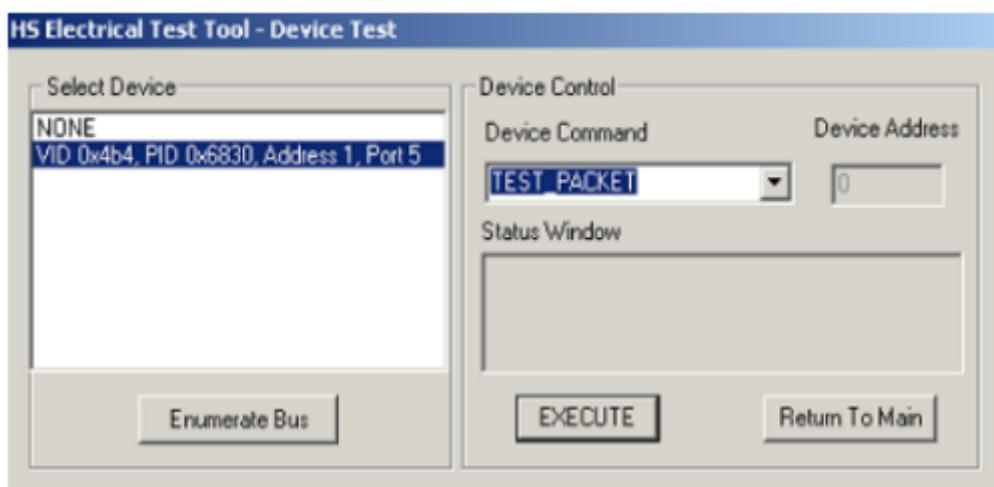
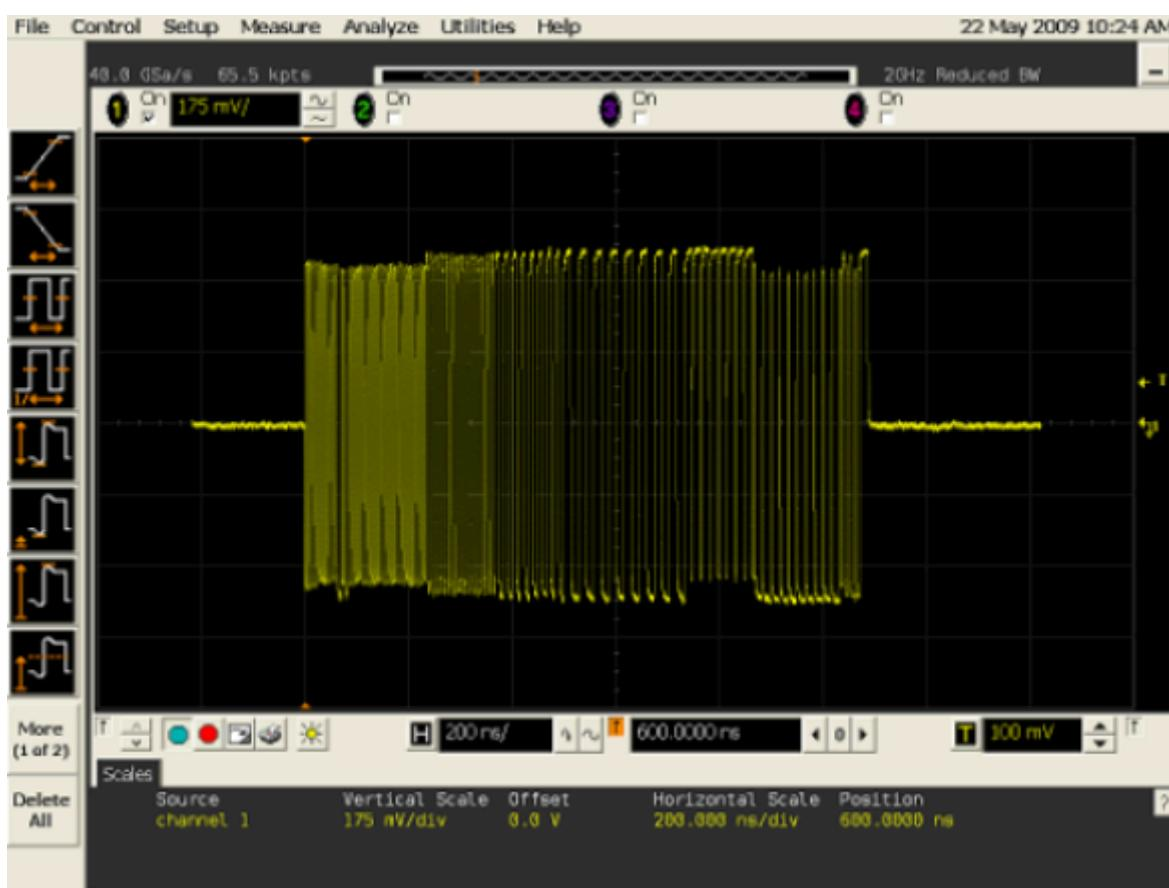

图 2 选择测试设备和测试命令
图 3 测试波形
3. 如图 2 所示, 选择要测试的设备和测试命令“TEST PACKET”, 然后点击“EXECUTE”按钮所示, 执行完上述操作后, USB 控制器就会自动进入 Test Packet Mode, 并连续发送周期性的测试包, 测试波形如图 3 所示: